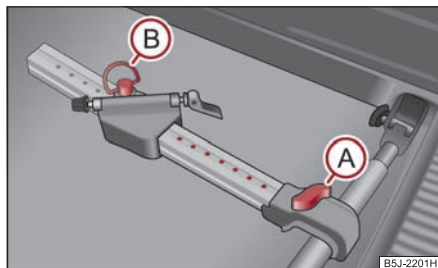

Fig. 90 Pose d'un porte-bicyclettes
- Posez le porte-bicyclettes homologué sur la barre transversale, après avoir relevé la vis **A**, poussez la barre longitudinale (pièce en alu) vers la barre transversale et mettez la vis **A** dans l'écrou ⇒ fig. 90.